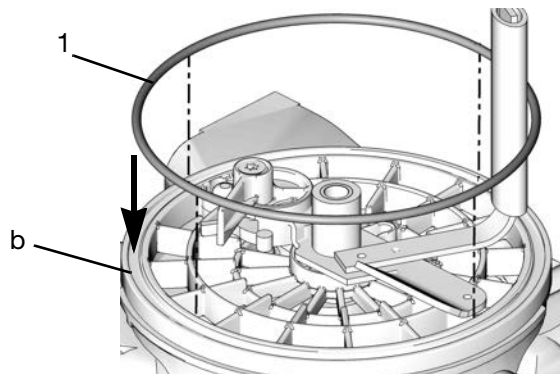

FIG. 10
1. Recubra la nueva junta tórica (1) con grasa (suministrada por el usuario)
2. Instale la junta tórica en la ranura del plato aplastador (b) (FIG. 10).